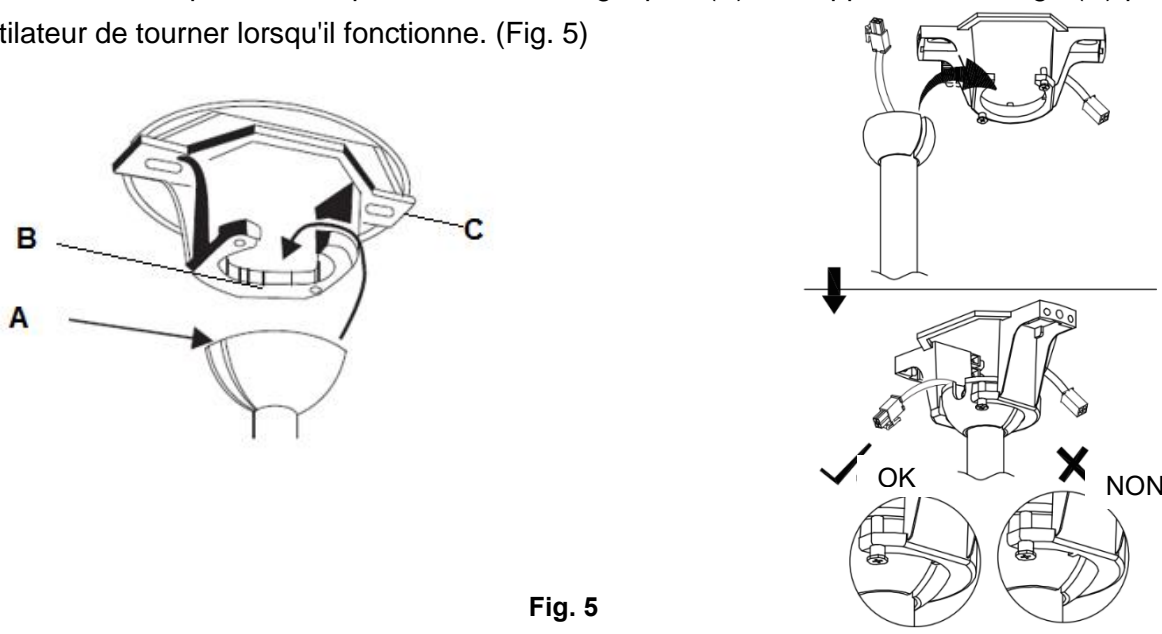

Fig. 5
Soulevez le ventilateur complet pour le placer sur le support de montage. Assurez-vous que l'encoche (A) de la rotule de la suspension est positionnée sur la goupille (B) du support de montage (C) pour empêcher le ventilateur de tourner lorsqu'il fonctionne. (Fig. 5)